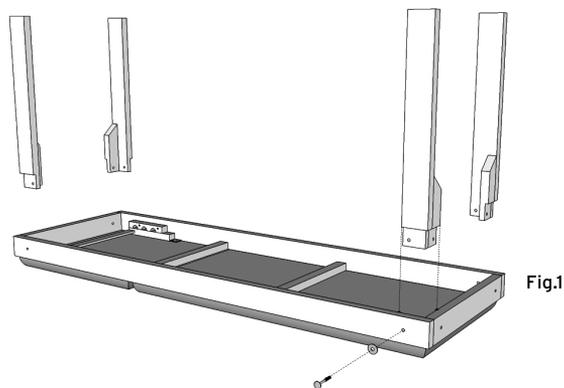

Fig.1
3. Una volta aperto l'imballo in pluriball svitare i dadi che trattengono le cavicchie e le rondelle. Posizionare il lettino capovolto ed inserire le gambe nelle apposite sedi seguendo la numerazione riportata su di esse. Inserire le cavicchie come in Fig.1 ed assicurarsi di stringere bene i dadi